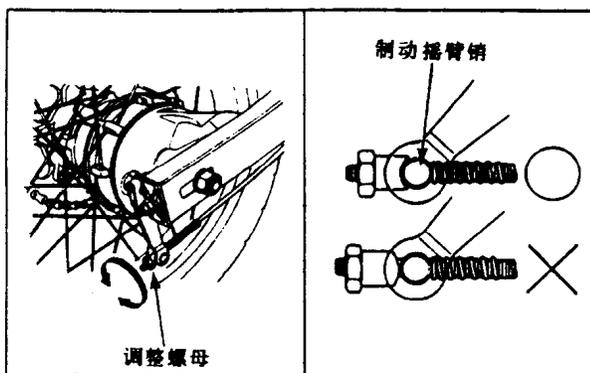

图 1-4 调整螺母凹槽与制动摇臂销对好
4. 有的制动装置,只能通过转动螺母来调节制动手柄及踏板的自由行程。调整时应使调整螺母的凹槽与制动摇臂销对好,如图 1-4 所示。调整后再检查一下制动手柄或踏板的自由